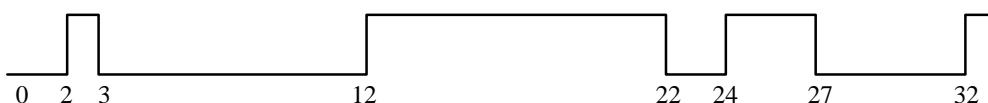

图 1、习题 1 波形图
**2.1、**设计一个 Verilog 模块，产生图 1 所示的波形。